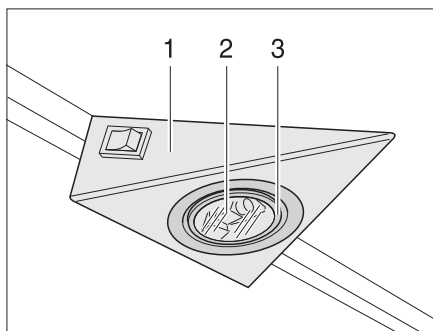
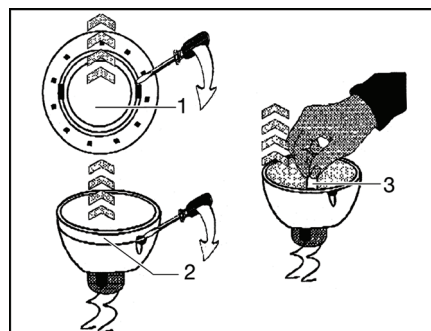

Bild 167 Halogeneinbauleuchte
Bild 168 Halogenglühlampe wechseln
Die Halogeneinbauleuchte ist in einem Gehäuse (Bild 167,1) versenkt eingebaut.
- Inneren Abdeckring (Bild 167,3 bzw. Bild 168,1) mit einem geeigneten flachen Werkzeug (z. B. Schraubendreher) vom Gehäuse lösen.
- Abdeckring mit der Glasscheibe (Bild 167,2) abnehmen.
- Halogenglühlampe (Bild 168,2) entfernen.